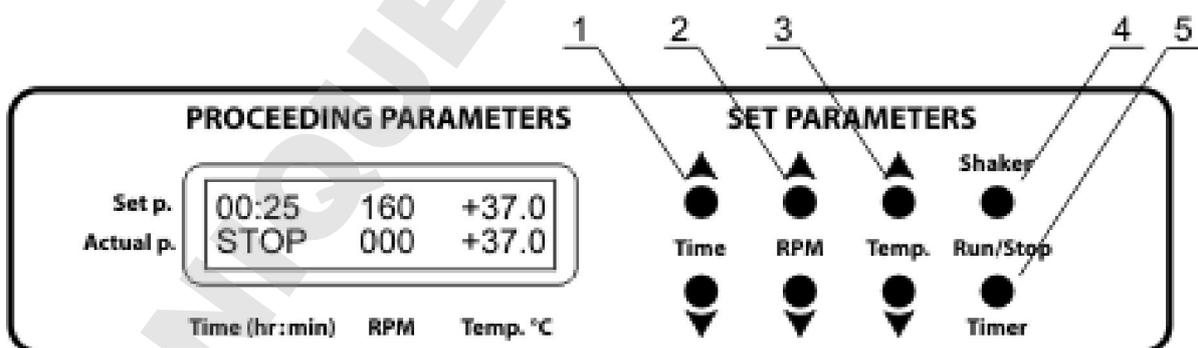

Fig.2 Panneau de configuration
- 4.3. **Réglage de la durée (Time).** Utilisez les touches **Time** ▲ et ▼ (Fig. 2/1) pour programmer l'intervalle de durée de travail souhaitée en heures et en minutes (intervalle d'incrément de 1min). Appuyez sur la touche pendant plus de 3 secondes pour augmenter l'incrément.
- 4.4. **Réglage de la vitesse (RPM).** À l'aide des touches **RPM** ▲ et ▼ (Fig. 2/2), programmez la vitesse requise (intervalle d'incrément 10tpm.). Appuyez sur la touche pendant plus de 3 secondes pour augmenter l'incrément.
- 4.5. **Réglage de la température (Temp.°C).** Utilisez les touches **Temp.** ▲ et ▼ (Fig. 2/3) pour régler la température souhaitée (intervalle d'incrément de 0,1°C). Appuyez sur la touche pendant plus de 3 secondes pour augmenter l'incrément.
- 4.7. Appuyez sur la touche **Shaker-Run/Stop** (Fig. 2/4). La plate-forme se mettra à tourner et l'indicateur du minuteur commencera à décompter l'intervalle de temps (précis à 1 minute près).
Attention! Une fois que la durée programmée s'est écoulée, le mouvement de la plate-forme s'arrête automatiquement. En revanche, le chauffage s'arrête **UNIQUEMENT** manuellement en utilisant la ▼ touche **Temp.** (Fig. 2/3 - touche du bas) pour baisser la température jusqu'à ce que l'indication OFF apparaisse dans la ligne supérieure de l'écran.
- 4.10. Le minuteur peut être réinitialisé en cours d'utilisation, si nécessaire. Appuyez deux fois sur la touche **Timer-Run/Stop** (Fig. 2/5) (la première fois, pour arrêter le minuteur; la deuxième fois, pour le redémarrer).